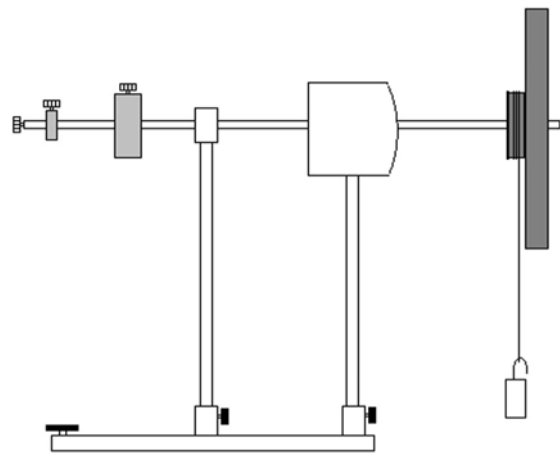

Fig. 1: Bestimmung des Trägheitsmoments der Kreisscheibe
- Gyroskop gemäß Fig. 1 aufbauen und ins Gleichgewicht bringen.